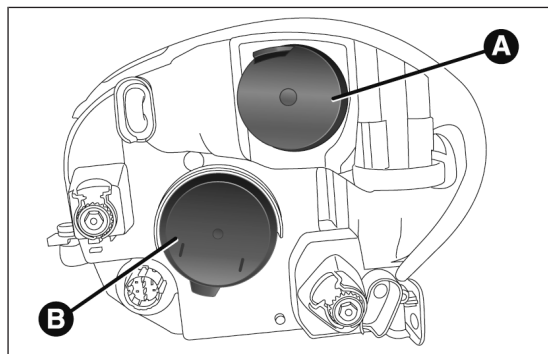

fig. 171
La disposition des ampoules est la suivante fig. 171 :
- retirer le couvercle A fig. 171 ;
- pour finir, remonter le couvercle A fig. 171.
- retirer le couvercle B fig. 171 ;
- pour finir, remonter le couvercle B fig. 171.